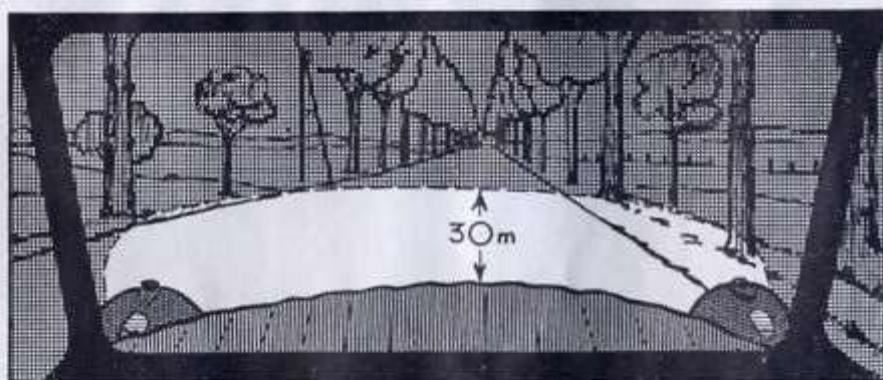
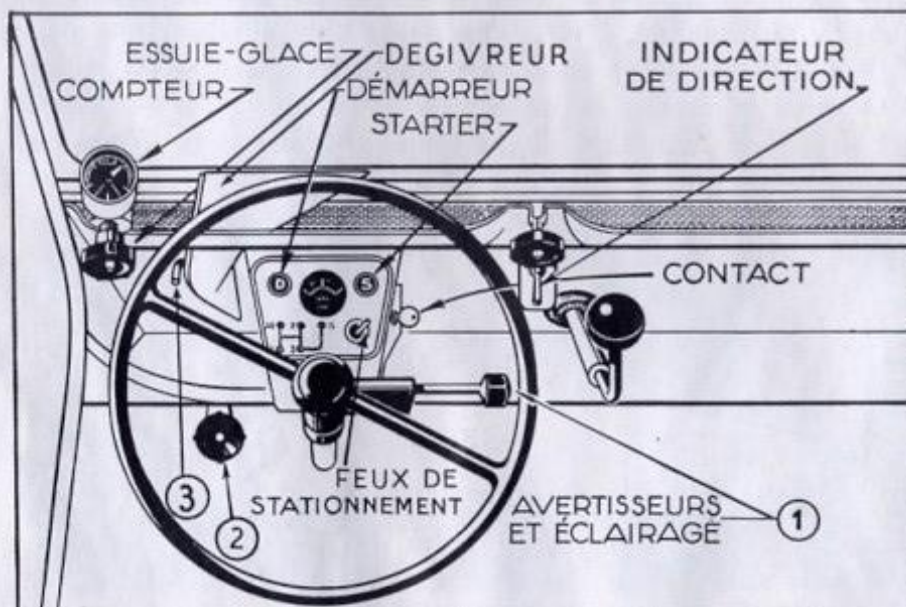

Fig. 6.
Fig. 7. — TABLEAU DE BORD
Mettez le contact (fig. 7).
- 2° Avec la main droite tirez le starter **complètement à fond** et avec la main gauche tirez la commande de démarreur (fig. 7) ;
descendre ; il suffit, étant en « code », de manœuvrer le bouton 2 (fig. 7). Dans le sens des aiguilles d'une montre vous abaissez vos projecteurs, donc vous diminuez la portée du faisceau lumineux ; en sens inverse, vous l'augmentez. Avec un peu d'habitude, vous réglerez facilement la portée du « code » aux environs de 30 mètres en avant de vous (la fig. 6 vous montre la zone où vous devez limiter l'éclairement).
Pour l'actionner, tirez le bouton (fig. 7). Pour manœuvrer l'essuie-glace à la main ne tirez pas le bouton ; tournez-le simplement toujours dans le même sens (vers la gauche).
Il est commandé par un levier situé sur la tubulure, en dessous du boîtier du compteur (3, fig. 7).